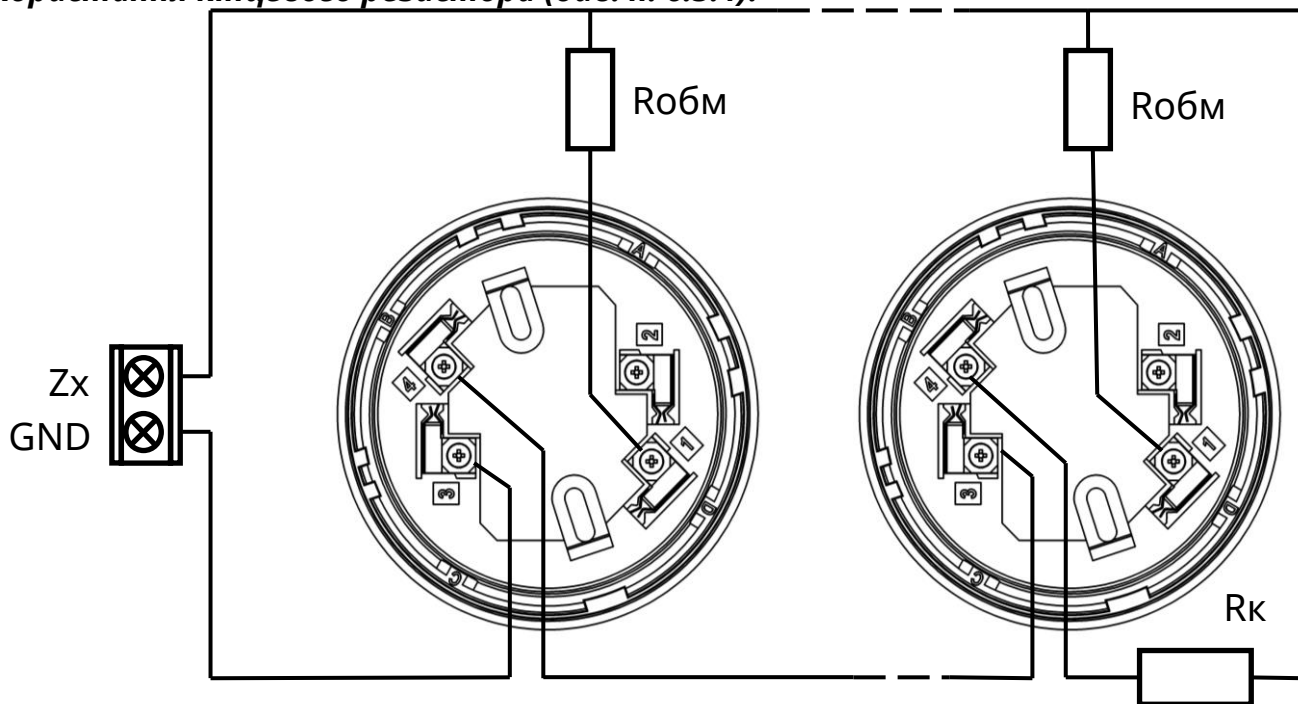

Рисунок 5.1 – Підключення автоматичних сповіщувачів*
5.3.1.2 Кількість автоматичних сповіщувачів в зоні – не більше 32. Підключення сповіщувачів показане на рис. 5.1 В кінці лінії (в базі останнього сповіщувача) встановлюють кінцевий резистор R_k опором 6,8 кОм, 0,5 Вт. В кожен сповіщувач встановлюють обмежуючий резистор $R_{обм}$, потужністю 0,5 Вт, опір якого залежить від типу сповіщувача. Опір $R_{обм}$ обчислюють за формулою:
5.3.2.1 Підключення ручних сповіщувачів до ППКП аналогічне підключенню автоматичних сповіщувачів (Рис. 5.1). При підключенні слід використовувати маркування клем, вказане в експлуатаційних документах на ручні сповіщувачі.